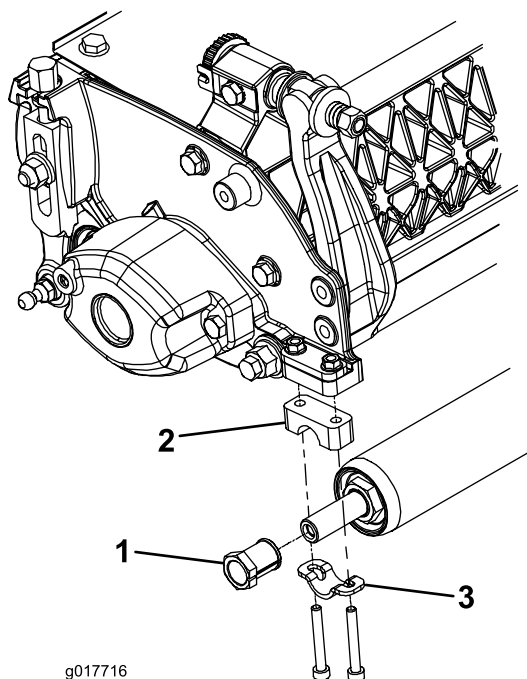

Figure 2
3. Tapez légèrement sur l'axe de réglage pour le monter sur l'arbre du rouleau (Figure 2).
4. Montez sans serrer l'axe de réglage d'arbre et l'arbre de rouleau sur la bride de montage de plaque latérale avec une entretoise neuve, une fixation neuve et la cale, les vis et les écrous retirés précédemment (Figure 2).